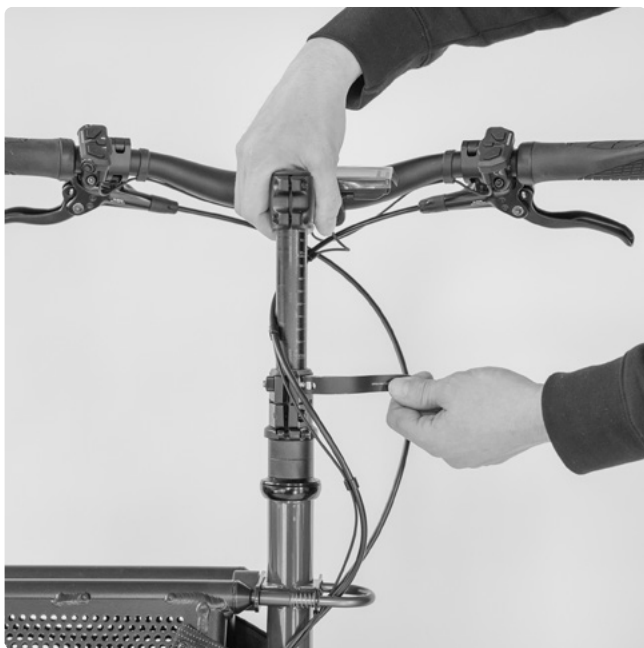

FIG. 28
Outre le réglage en hauteur, l'adaptateur de potence permet aussi de tourner le guidon de 90°, afin de rendre le muli Muskel encore plus compact pour pouvoir le garer facilement, par ex. dans un couloir d'entrée (Fig. 28).
- 2 Tirez le guidon vers le haut jusqu'à la butée, puis tournez-le vers le côté en conservant cette position de fin de course supérieure. (Fig. 28).
- 2 Tirez le guidon vers le haut jusqu'à la butée, puis ramenez-le en position normale (Fig. 28).